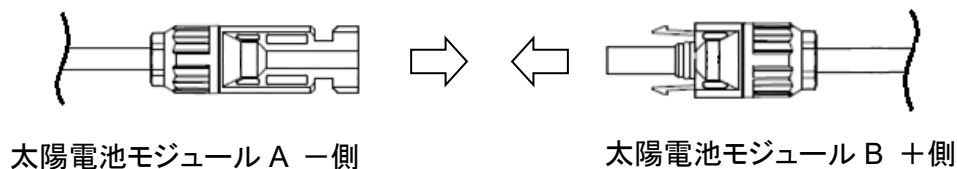

図 2
- ・端子ボックスに接続されている防水コネクタ付きケーブルを図2のように接続します。